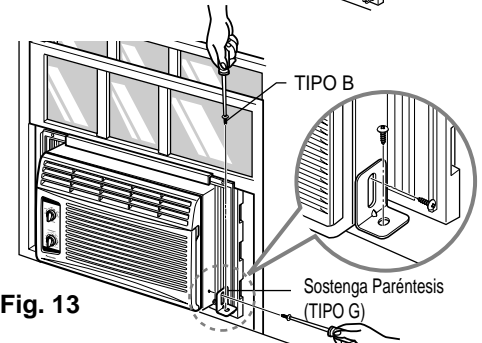

Fig. 13
- b. Abroche el paréntesis de suport (TIPO G) usando un tornillo quitado. Conecte el paréntesis de suport (TIPO G) en el alféizal interior de ventana con un tornillo (TIPO B), cuando Fig. 13.